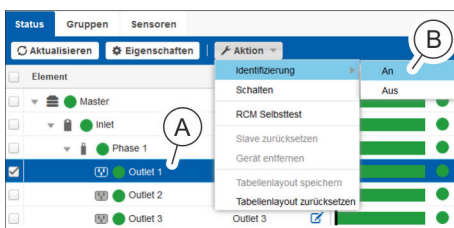

Abb. 106: Menü "Status" – Registerkarte "Status"
2. ➔ In der Registerkarte "Status" die gewünschte Steckdose bzw. Steckdosengruppe auswählen (Abb. 106/ⓐ).
3. ➔ Über „Aktion ➔ Identifizierung ➔ An“ (Abb. 106/ⓑ) die Identifizierung der ausgewählten Steckdose bzw. Steckdosengruppe einschalten.
- Über „Aktion → Identifizierung → Aus“ (Abb. 106/Ⓢ) die Identifizierung der ausgewählten Steckdose bzw. Steckdosengruppe ausschalten.